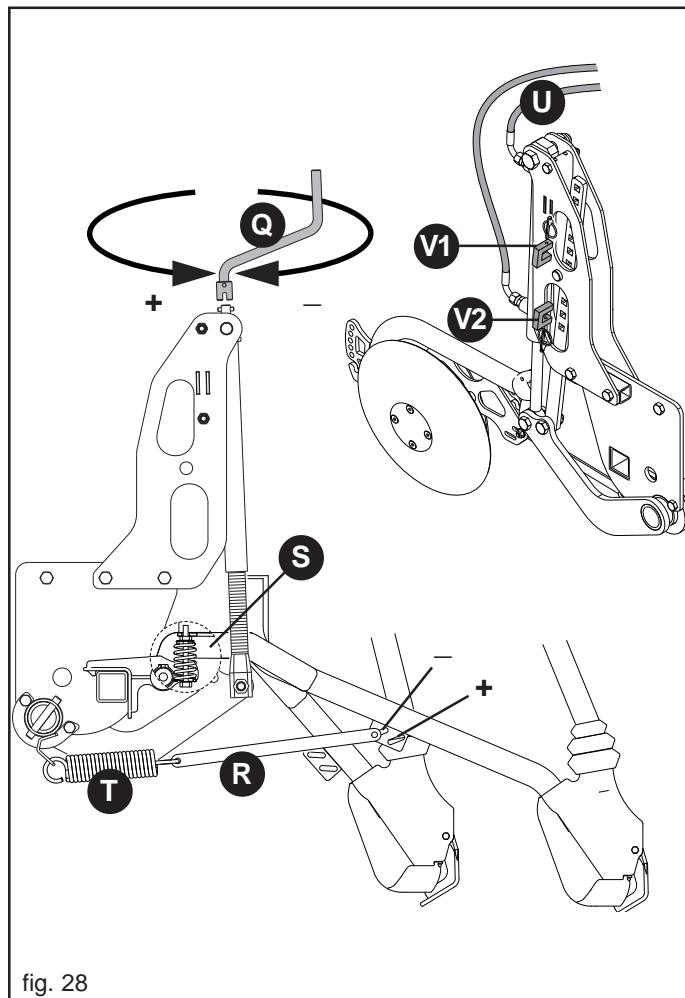

fig. 28
La profondità di semina viene regolata, contemporaneamente per tutti gli assolcatori tramite una manovella (Q, Fig. 28), che consente, se girata in senso antiorario, di esercitare una maggiore pressione degli assolcatori sul terreno e quindi automaticamente una deposizione più profonda del seme.
Si può ulteriormente regolare la pressione, singolarmente, cambiando la posizione del tirante (R, Fig. 28).
Solo con assolcatori a stivaleto è disponibile, come accessorio, una molla (S, Fig. 28) che consente di azzerare il peso del singolo elemento a molla (T) completamente scarica. In questa situazione è possibile eseguire semine superficiali.
A richiesta, la seminatrice può essere dotata di regolazione idraulica della pressione degli assolcatori (U, Fig. 28). Il dispositivo viene montato al posto della vite di regolazione manuale (Fig. 28) e collegato attraverso gli appositi tubi idraulici al distributore della trattore (doppio effetto).
I blocchetti (V1-V2, Fig. 28) determinano rispettivamente la massima e la minima pressione applicabile agli assolcatori fungendo da finecorsa del cilindro oleodinamico.